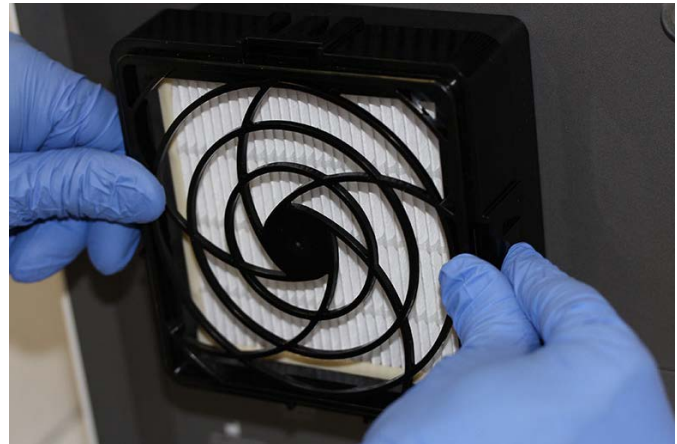

Abbildung 9-30. Wiederanbringen der HE-Filterhalterung
2. Setzen Sie die HE-Filter-Halterung auf den HE-Filter. Drücken Sie die HE-Filterhalterung mit den Fingern an den Seiten und an der Ober- und Unterkante vorsichtig an, bis sie fest sitzt. Die Clips an den Seiten und an der Ober- und Unterkante müssen vollständig einrasten. Siehe Abbildung 9-30.